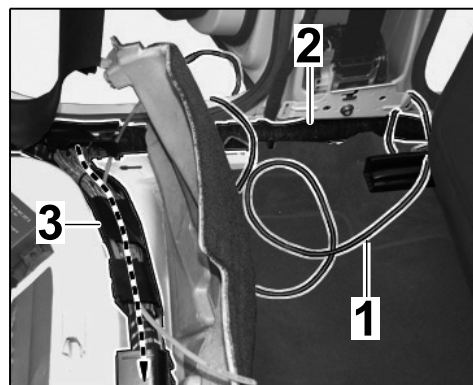

Рис. 9
- 2.3.3 Проложить жгут электрических проводов вдоль основного жгута проводов в салоне слева через кабельный канал перед задним сиденьем к правой стороне автомобиля (⇒ Рис. 9).